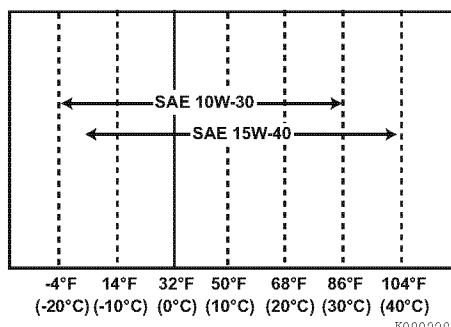

Figure 4
- Sélectionnez la viscosité de l'huile selon la température de l'air ambiant où le moteur sera utilisé. Reportez-vous au Tableau de viscosité du SAE (**Figure 4**).